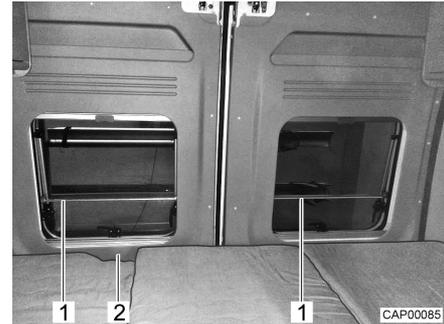

Bild 30 Herausfallschutz (Längsheckbett)
- ▷ Die Fenster der Hecktüren sind mit einem Herausfallschutz (Bild 30,1) ausgestattet. Die Hecktür kann über den Durchgriff (Bild 30,2) von innen geöffnet werden.